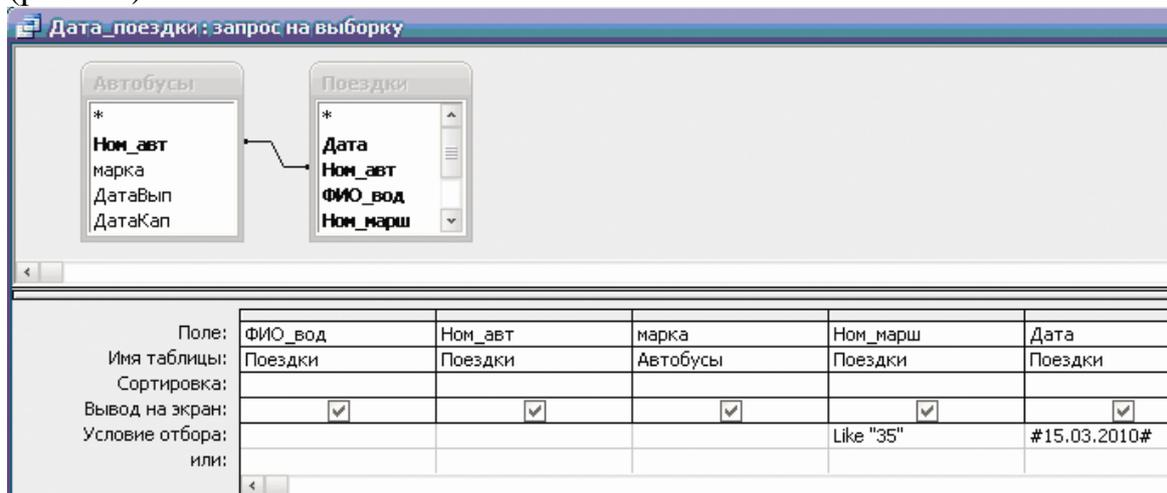

Рис.21 – Диалоговое окно *Дата\_поездки: запрос на выборку*
7. Заполнить в диалоговом окне **Запрос1: запрос на выборку** на выборку бланк запроса (рисунок 21), указав имена полей из которых необходимо выбирать данные, условие отбора и при необходимости вид сортировки.
С помощью конструктора запросов сформируем запрос на выборку (рис. 21), извлекающей из таблиц созданной базы данных фамилии водителей, совершавших поездки 15.03.2010 г. на маршруте
№ 35.(рис. 21). Для этого используем поля **ФИО\_вод**, **Ном\_авт**, **Ном\_марш** и **Дата** из таблицы **Поездки**, поле **марка** из таблицы **Автобусы**. В строку «Условие отбора» поля **Ном\_марш** введем значение: `Like"*35*"`. В строку «Условие отбора» поля **Дата** введем `#15.03.2010#`. В результате выполнения запроса получена результирующая таблица (рис. 22).